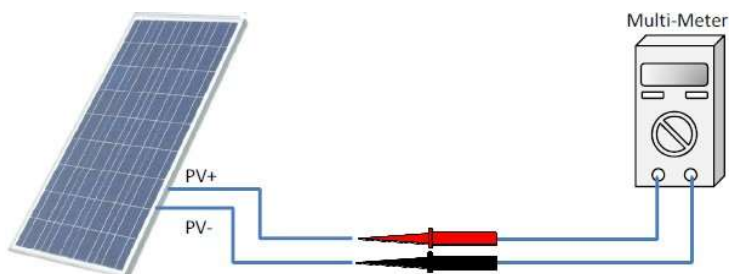

Figura 4-11 Detecção da polaridade do cabo CC
- Consulte a Figura 4-11 para confirmar a configuração da entrada CC, garantindo que a tensão máxima em circuito aberto de cada módulo fotovoltaico seja inferior a 1100 Vcc. em quaisquer condições (considerando o coeficiente de temperatura negativo do painel da bateria, deve-se prestar atenção especial à temperatura ambiente mais baixa. A tensão de circuito aberto do painel fotovoltaico é inferior a 1100 V).